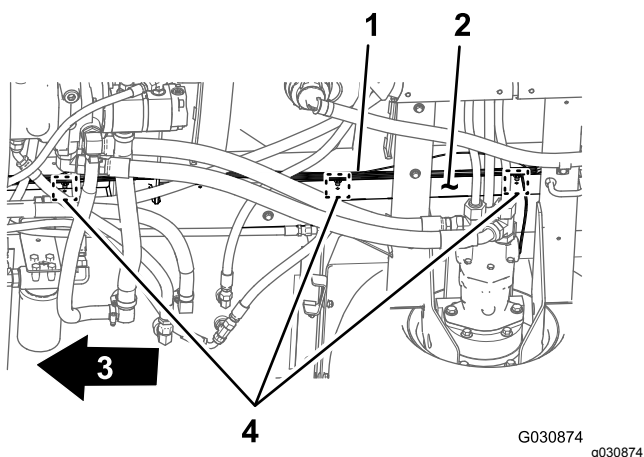

Figure 52
3. Retirez les 3 fixations à pression qui fixent le faisceau arrière dans les trous du tube de cadre droit de la machine (Figure 52).